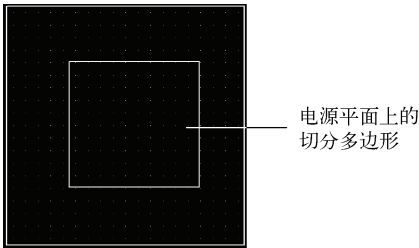

图 5-79 切分多边形填充
4) 在终点处右击，程序会自动将终点和起点连接在一起，形成一个封闭的切分多边形，如图 5-79 所示，为该多边形内部在“Connect to Net”下拉列表框中选择的参考平面。